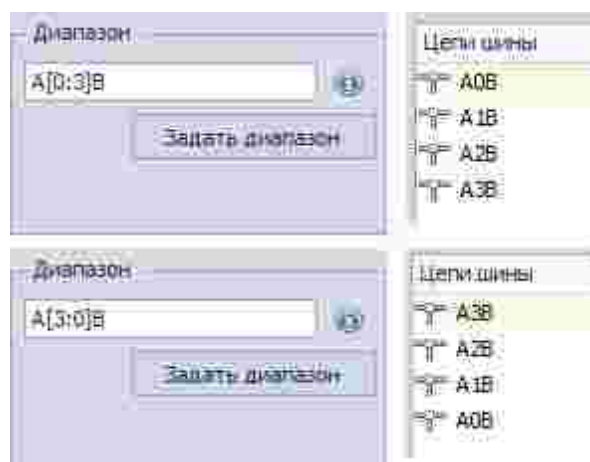

Рис. 160 Добавление диапазона - префикс, диапазон и суффикс
- Prefix[Min:Max]Suffix или Prefix[Max:Min]Suffix, Рис. 160.